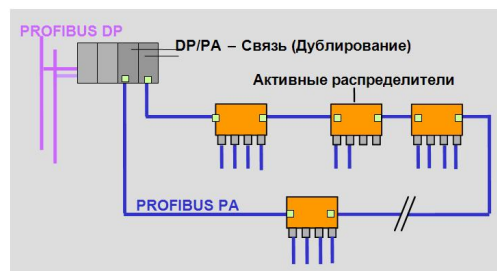

Рисунок 7: Кольцевая топология PROFIBUS PA
- **Резервирование ведущего:** Разрабатывается дублированная система управления или контроллер (рисунок 7).